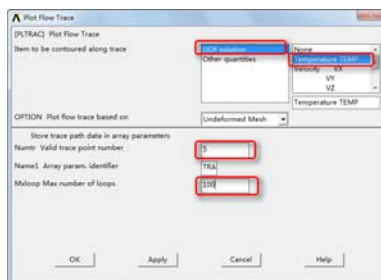
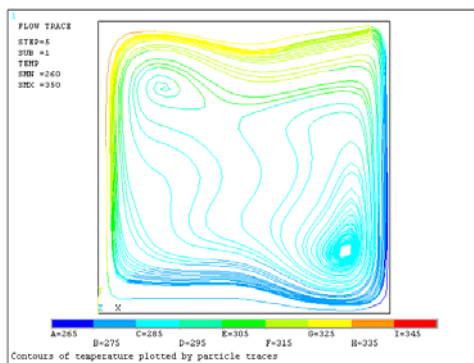
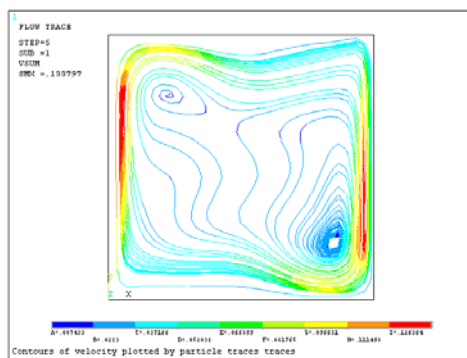

图 8-91 “Plot Flow Trace” 对话框
图 8-92 粒子轨迹显示的温度等值线图
图 8-93 粒子轨迹显示的速度等值线图
⑬依次选择 Utility Menu→File→Change Title，会弹出“Change Title”对话框，在输入框中输入“Contours of temperature plotted by particle traces”，单击“OK”按钮关闭该对话框。
⑭依次选择 Main Menu→General Postproc→Plot Results→Plot Flow Tra，会弹出“Plot Flow Trace”对话框，如图 8-91 所示，在“Items to be contoured along trace”列表框中选择 DOF solution→Temperature TEMP，在“Numtr Valid trace point number”输入框中输入 5，在“Mxloop Max number of loops”输入框中输入 100，单击“OK”按钮，ANSYS 显示窗口将显示如图 8-92 所示的粒子轨迹显示的温度等值线图。
⑩依次选择 Utility Menu→File→Change Title，会弹出“Change Title”对话框，在输入框中输入“Contours of velocity plotted by particle traces”，单击“OK”按钮关闭该对话框。
⑪依次选择 Main Menu→General Postproc→Plot Results→Plot Flow Tra，会弹出“Plot Flow Trace”对话框，如图 8-91 所示，在“Items to be contoured along trace”列表框中选择选择 DOF solution→Velocity VSUM，在“Numtr Valid trace point number”输入框中输入 5，在“Mxloop Max number of loops”输入框中输入 100，单击“OK”按钮，ANSYS 显示窗口将显示如图 8-93 所示的粒子轨迹显示的速度等值线图。